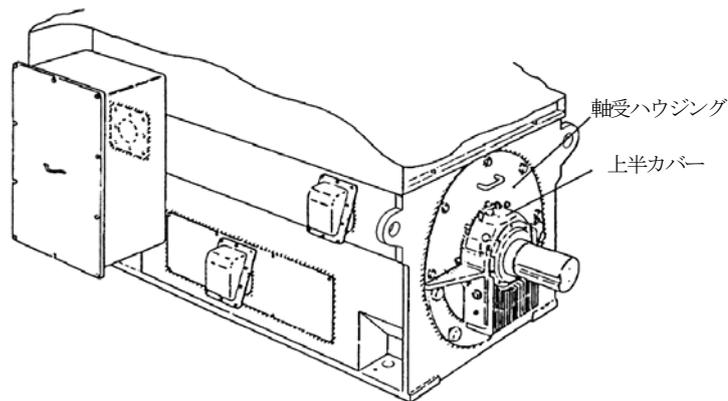

図13 シール剤充てん箇所
- (4) エアーギャップが円周均一に組立てられることを確認します。
- (5) 屋外機に対しては図13に示す箇所(ハッチング部)に、シール剤を充てんする。